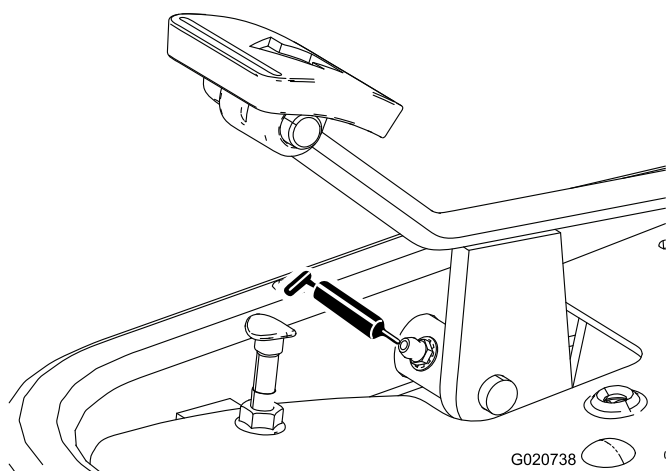

**Figure 40**
- Vérins de relevage (3) (Figure 40)